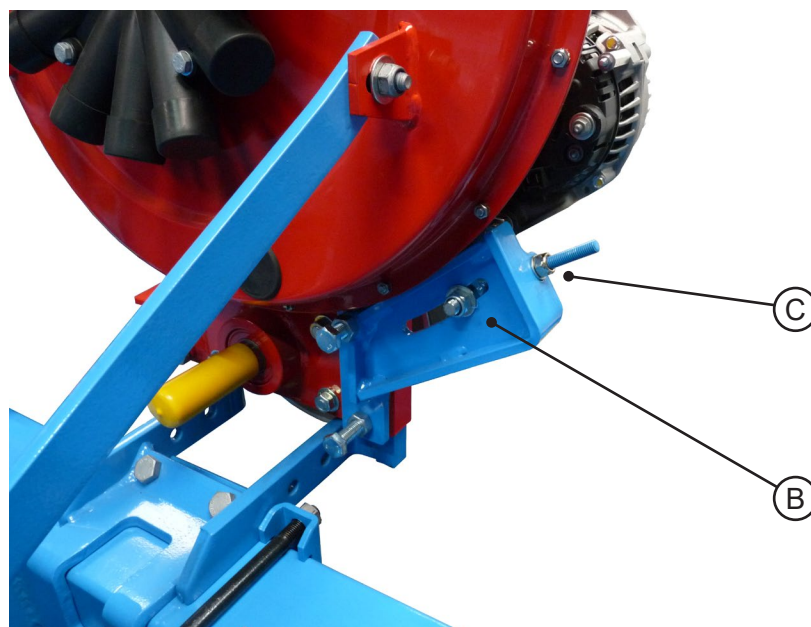

Fig.3
- Desserrer l'écrou avant (B - fig. 3)
- Avec une clé, serrer ou desserrer l'écrou de réglage (C - fig. 3) afin d'obtenir la tension nécessaire au bon fonctionnement (137 Hz).
- Unscrew the front nut (B - fig. 3)
- With a wrench, screw or unscrew the adjusting nut (C - fig. 3) in order to obtain the tension required for correct operation (137 Hz).
- Die vordere Mutter lösen (B - Abb. 3)
- Mit einem Schlüssel die Stellmutter anziehen oder lösen (C - Abb. 3), um die richtige Spannung für einen einwandfreien Betrieb zu erhalten (137 Hz).
- De voormoer los maken (B - fig. 3)
- de regel moer d.m.v. een sleutel aan- of losdraaien (C - fig. 3) om de voor de goede werking nodige spanning (137 Hz) te krijgen.